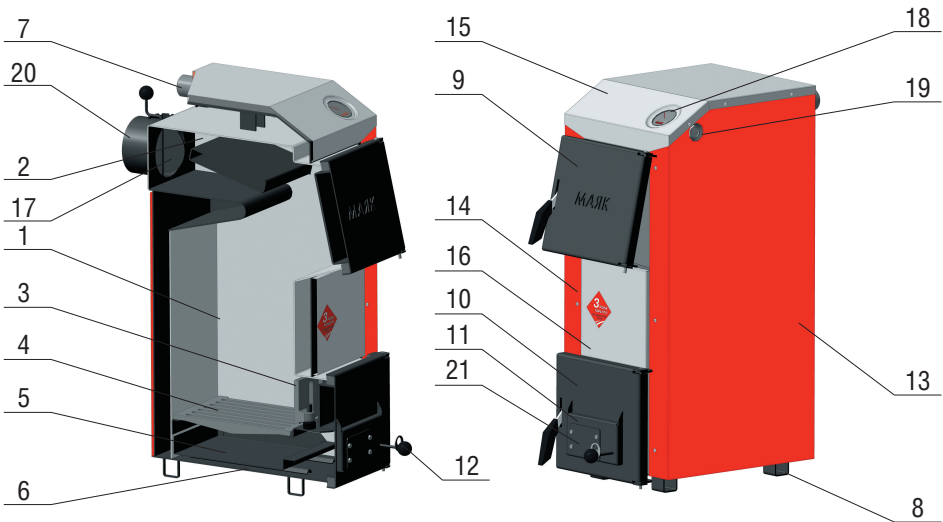

Рисунок 1. Котел опалювальний
Другу кінцівку ланцюжка просунути через отвір зачіпа на заслінці поз.11 (рис.1) та закріпити гачком за ланку ланцюжка. Перевірити можливість вільного руху важіля при повороті ручки управління (рисунок 8).
7.1.2. Коли розпалювальний матеріал розгориться, почати завантаження палива через завантажувальні дверцята. Щоб запобігти спіканню вугілля рекомендується спочатку нагріти воду у котлі до температури приблизно 60°C, використовуючи у якості палива дрова, після чого почати завантаження вугілля. Розмір окремих фракцій вугілля повинен складати не менше 25 мм. Поступово й рівномірно завантажити вугілля в кількості, достатній для утворення шару висотою приблизно 150 мм, після чого завантаження припинити на термін 15-20 хвилин для займання палива. Після завантаження закрити завантажувальні дверцята, заслінку на шурувальних дверцятах відкрити за допомогою ручки регулювання доступу повітря (поз.12, рисунок 1).
7.1.4. Регулювання температури води у котлі проводиться за допомогою шибера (поз.17, рисунок 1) та заслінки (поз.11, рисунок 1). Для збільшення температури необхідно відкрити шибер та заслінку, для зменшення — повністю або частково закрити шибер та заслінку.
При обладнанні котла регулятором тяги Regulus RT3 або Honeywell FR124 регулювання температури води проводиться за допомогою шибера (поз.17, рисунок 1) та регулятора тяги. Для збільшення температури необхідно відкрити шибер та встановити ручку управління регулятора на позначку більш високої температури, для зменшення — повністю або частково закрити шибер та встановити ручку управління регулятора на позначку нижчої температури.
При обладнанні котла електронним регулятором роботи та вентилятором після розпалу котла закрити шурувальні дверцята поз. 10 (рисунок 1), після чого включити регулятор та встановити потрібні настройки згідно з настановою з експлуатації. При роботі котла дверцята повинні бути закриті.
**Щоб запобігти викиду полум'я та опікам, забороняється відкривати завантажувальні дверцята (поз. 9, рисунок 1) під час роботи вентилятора!**
7.2.1. Для припинення роботи котла повністю закрити заслінку (поз. 11, рисунок 1) та шибер (поз. 17 рисунок 1). При цьому припиняється подача повітря у топку і паливо поступово загасає.
При обладнанні котла електронним регулятором тяги встановити ручку управління регулятора на позначку «0» та повністю закрити шибер (поз.17 рисунок 1).